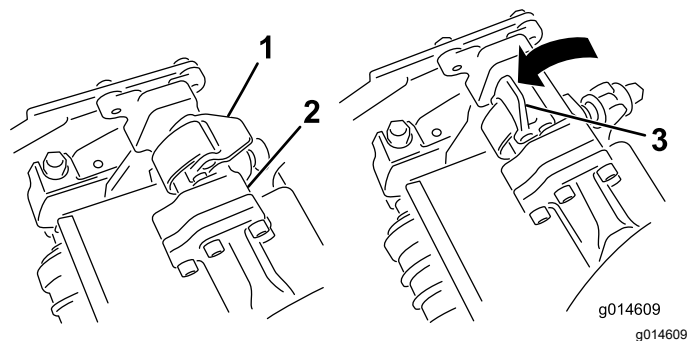
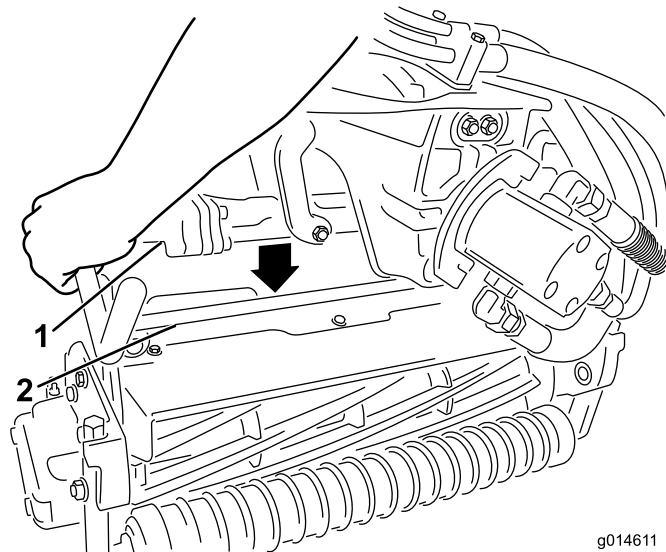

Figura 47
Figura 48
4. Chiudete i fermi spostandoli verso il basso e attorno alla barra dell'apparato di taglio, quindi bloccateli in posizione (Figura 47).
3. Con i fermi del braccio di sospensione rivolti verso l'alto (cioè aperti) (Figura 47), premete il braccio di sospensione verso il basso in modo che la barra si inserisca nella barra della parte superiore dell'apparato di taglio (Figura 48).
- Aprite i fermi sulla barra del braccio di sospensione dell'apparato di taglio che state rimuovendo (Figura 47).